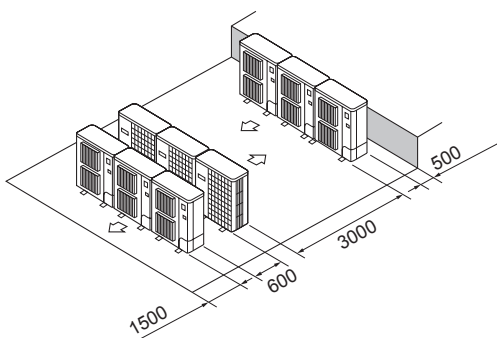

Fig. 2-17
- ⑥ Równoległa zabudowa więcej niż jednej jednostki zewnętrznej (Fig. 2-17)